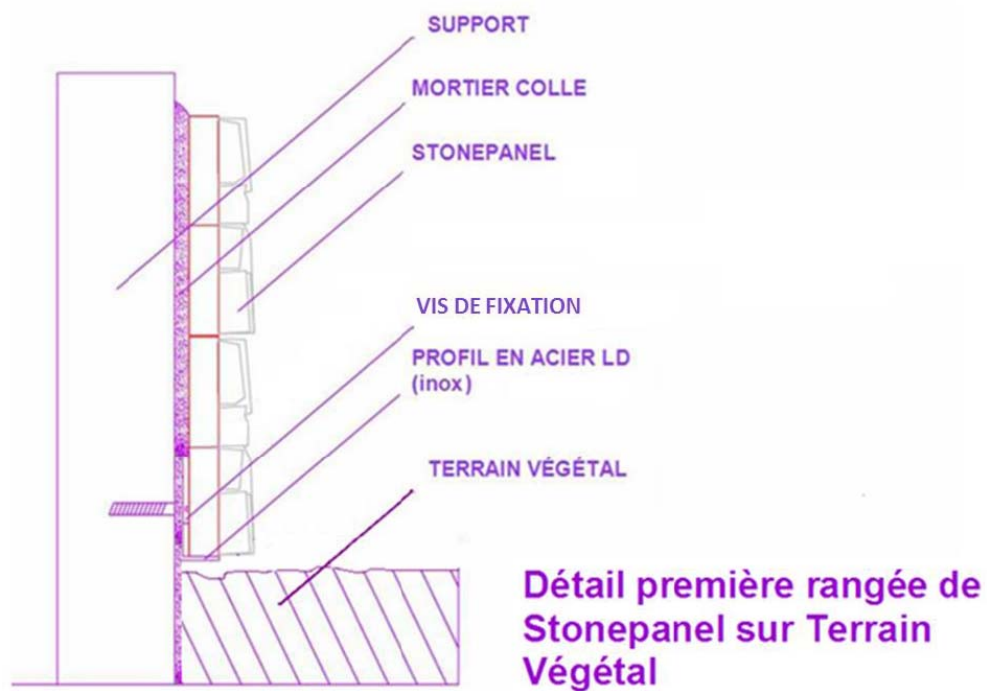

Figure 4a – Mise en œuvre avec un profilé en métal en extérieur
4.1 Traitement préalable (figures 4a et 4b)